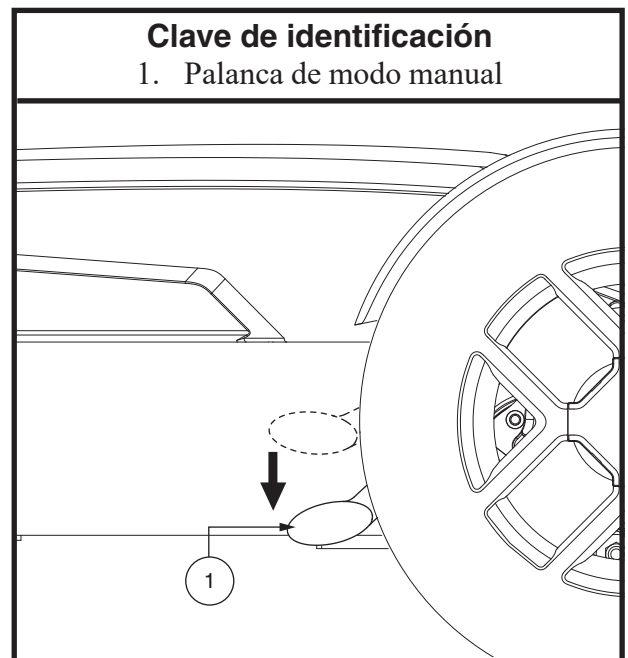

Figura 7. Modo manual (motor desactivado)
3. Empuje las palancas hacia abajo para desactivar los motores (modo manual). Ver figura 7.